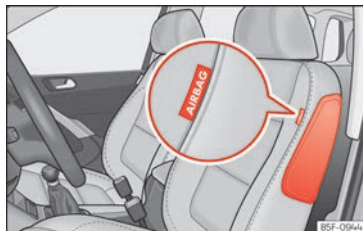
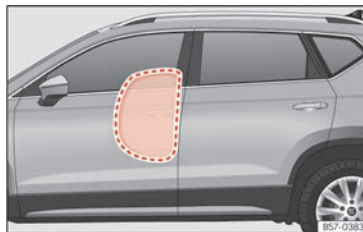

Abb. 28 Seitenairbag im Fahrersitz
Abb. 29 Komplette aufgeblasene Seitenairbag auf der linken Fahrzeugseite.
Die Seitenairbags befinden sich in den Vordersitzen »» (Abb. 28), »» (Abb. 29).
- Stellen Sie sicher, dass Kinder richtig in ihren Sitzen sitzen und ihren Kopf nicht in den Entfaltungsbereich der Seitenairbags halten »» (Abb. 29), da sie beim Auslösen der Airbags von diesen getroffen werden und schwere Verletzungen erleiden könnten.